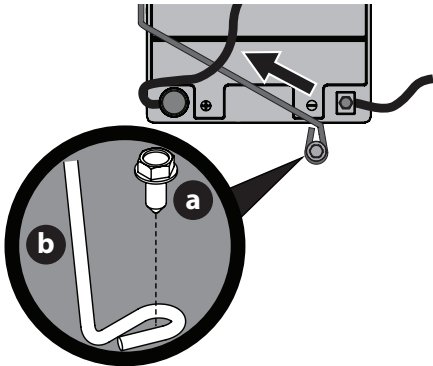

Figura 21
NOTA: El mazo de cables debería colocarse sobre la parte superior de la barra de sujeción de batería. De no ser así, el mazo de cables podría resultar dañado (Figura 21 en la página 50).
- Extraiga el tornillo de arandela hexagonal (a) que sujeta el soporte de sujeción de la batería al bastidor (b). Luego levante el soporte de sujeción de la batería (b) para liberar la batería (Figura 21).